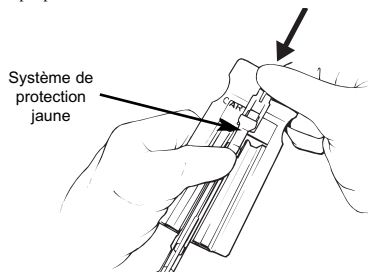

FIGURE 13
- 9b. Tout en appliquant une légère pression sur les deux côtés des mâchoires de l'agrafeuse, glisser le clip d'assemblage au-dessus de l'unité de chargement de l'agrafeuse en veillant à ce que les deux côtés de l'agrafeuse soient maintenus fermement par le clip d'assemblage et que, sur le côté de la cartouche, le système de protection jaune soit placé entre les deux côtés du clip d'assemblage (voir Figure 13).